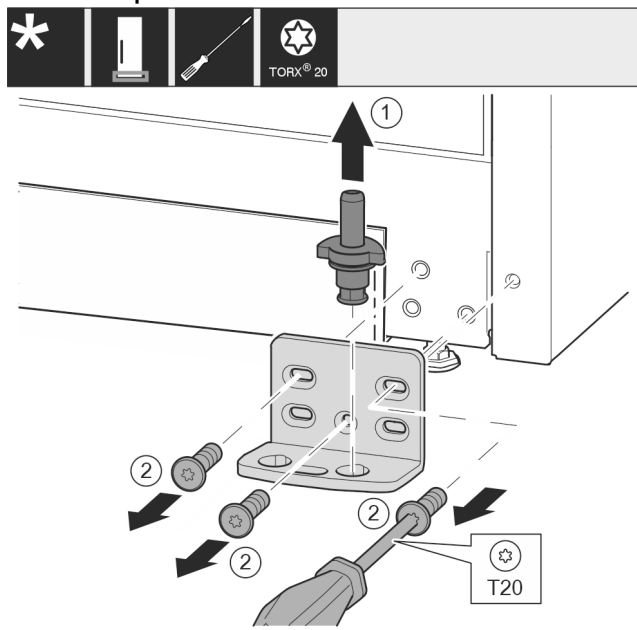

Fig. 12
- ▶ Extrageți complet bolțul de lagăr în sus. Fig. 12 (1)
- ▶ Extrageți prin rotire și detașați șuruburile cu șurubelnița T20. Fig. 12 (2)